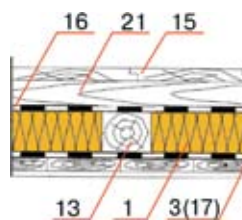

Рис. 7
– деревянные балочные перекрытия. Между (под или над) балками устраивается черновой пол, на который укладывается утеплитель. Рекомендуемый материал – плиты группы ИЗОЛАЙТ, П-75/П-125. Для защиты от влаги несущих деревянных балок и утеплителя используют дополнительный гидроизоляционный слой (рис. 7).